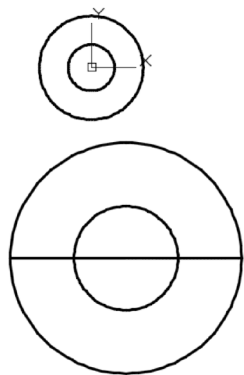

图 12-30 绘制一条直线段
5) 使用 LINE 命令绘制图 12-30 所示的一条直线段。